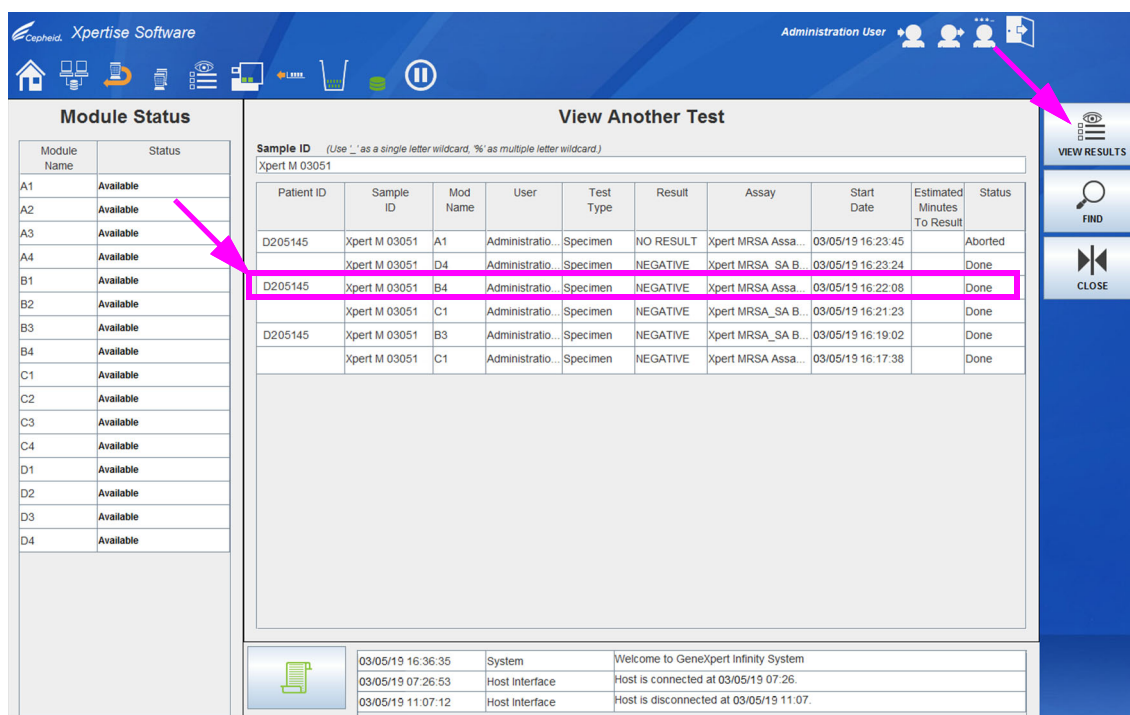

図 5-77. 別のテストの表示ワークスペース – サンプル ID による検索結果
- 別のテストの表示 (View Another Test) ワークスペースが更新され、検索の結果が表示されます (図 5-77 を参照)。
- この検索結果ワークスペースから、表示する特定のテストを見つけて、エントリを選択します (図 5-77 を参照)。
- 結果の表示 (VIEW RESULTS)** ボタンを選択して、特定のテストの結果を表示します (図 5-77 を参照)。